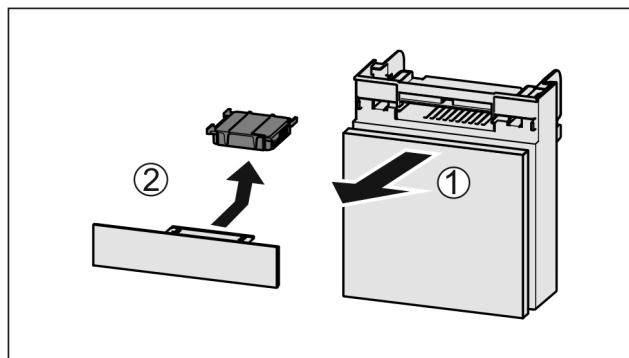

Fig. 134
- Wyciągnąć Fig. 134 (1) komorę do przodu.
- Wyjąć Fig. 134 (2) filtr z węglem aktywowanym.